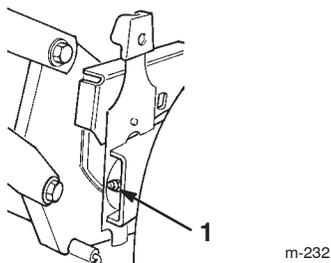

Bild 29
2. Wischen Sie die Schmiernippel mit einem sauberen Lappen ab (Bild 29).
3. Bringen Sie eine Fettpresse auf den Schmiernippel und pressen vorsichtig zwei bis drei Stöße Nr. 2 Allzweckschmierfett auf Lithiumbasis ein (Bild 29).